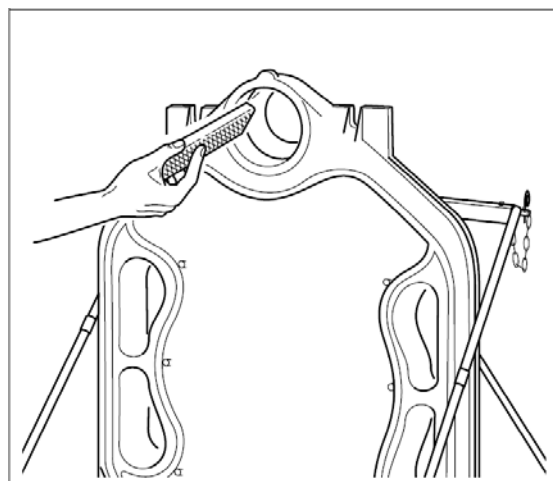

Fig. 7
- Fila eventuellt bort utstickande flisor på nippelgångarna (Fig. 7).
- Borsta bort eventuella metallflisor på nippelgångarna (som på Fig. 7)